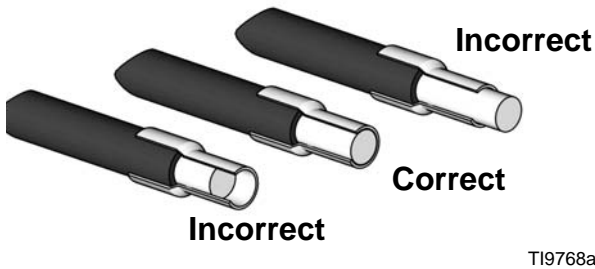

FIG. 7
- a. Assurez-vous que la longueur est correcte en positionnant une virole sur le câble dénudé. La virole doit englober toute l'extrémité du câble. Consultez la FIG. 7.
- b. Si le câble est trop court au niveau de l'extrémité de la virole, ajustez la longueur de la partie dénudée en conséquence. Si du câble nu dépassé de la virole, encastrez-le dans l'extrémité de cette dernière. Consultez la FIG. 7.